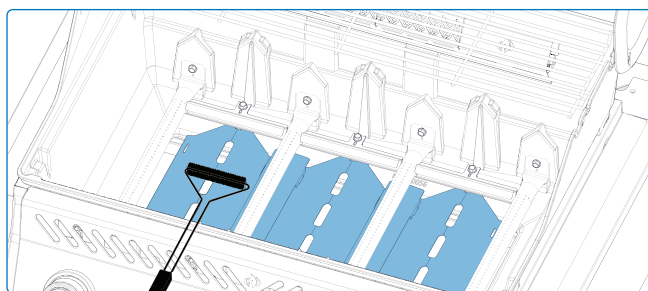

Рис. 11
- Регулярно очищайте поддон для жира, примерно каждые 4–5 использований, чтобы предотвратить его накопление (Рис. 11).